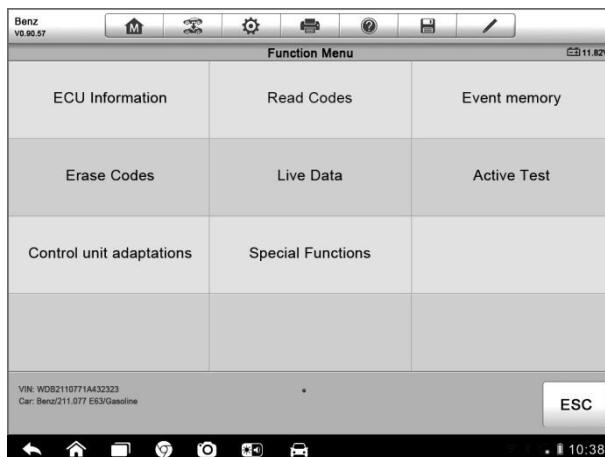

Figura 4-7 Pantalla de Menú de Funciones
- Toque el botón  a la derecha del elemento del sistema, en el que se desea realizar un diagnóstico más profundo u otras actividades de prueba. Una pantalla de menú de funciones (Figura 4-7) aparecerá entonces.